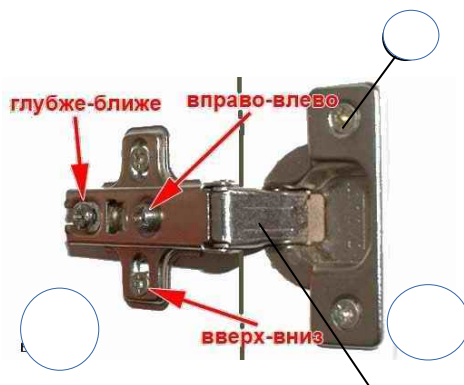

Рис.3 Крепление и регулировка распашного фасада
5. Установить в засверленные гнезда внутренней поверхности дверей (3,4) накладные петли (24) и ответную планку петли на боковую стенку по разметке и закрепить их саморезами (32). установить и отрегулировать двери при помощи регулировочных винтов (рис.3).
6. Вставить полкодержатели (23) в отверстия на боковинах (11,12)
7. Приклеить заглушки самоклеющиеся (30) и заглушки эксцентриковые (31).
8. Установить полку съемную (6).
9. С помощью подвесок (27) и саморезов (33) крепить к стене. При желании можно дополнительно приобрести уголки, также прикрепить шкаф можно к стенке через царги